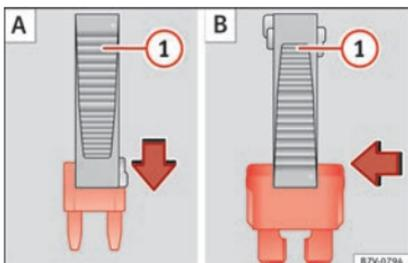

Abb. 63 Sicherung entnehmen oder einsetzen.
- *Kleine Sicherungen*: Klammer von oben aufstecken » Abb. 63 A.
- *Größere Sicherungen*: Klammer seitlich auf die Sicherung schieben » Abb. 63 B.